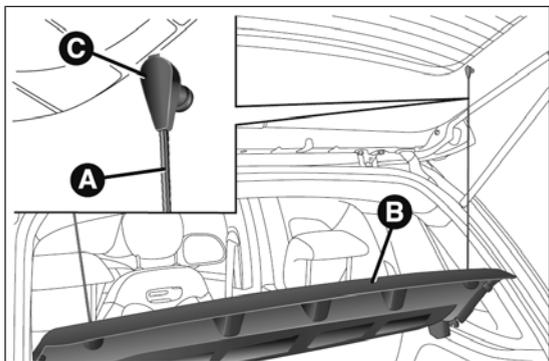

fig. 84
- dégager les extrémités des deux tirants A fig. 84 qui soutiennent la plage arrière B en extrayant les œilletons C des axes de support ;